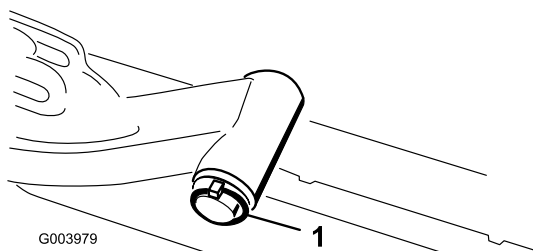

Figura 18
A. Retire o pino de sujeição e a anilha que prende o veio da articulação do braço de elevação ao braço de elevação e faça deslizar o veio de articulação do braço de elevação para fora do braço de elevação (Figura 18).
C. Insira o veio do braço de elevação no braço de elevação e prenda-o com a anilha e o pino de sujeição (Figura 18).